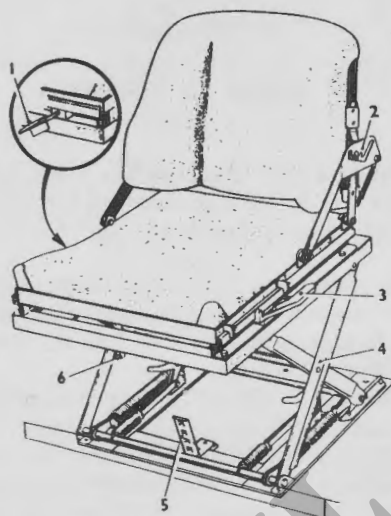

Fig. 4. Chauffeursstoel (nieuwste type)
- a. Druk op de hefboom (fig. 4, nr. 3) aan de linker zijkant van de stoel.
- a. Trek de steun omhoog (fig. 4, nr. 2) (bij het gemodificeerde oude type, de hefboom rechts opzij van de rugleuning). Breng de rugleuning in de gewenste stand en laat de steun los.